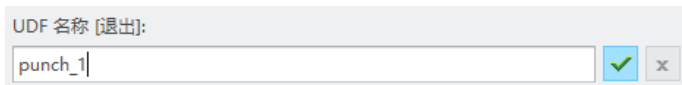

图 1-280 输入 UDF 名
(1) 在功能区中切换至“工具”选项卡, 从“实用工具”组中单击  (UDF 库) 按钮, 弹出菜单管理器。
(2) 在菜单管理器的 UDF 菜单中选择“创建”命令。然后在图 1-280 所示的框中输入 UDF 的名称为 punch_1, 单击  (接受) 按钮。